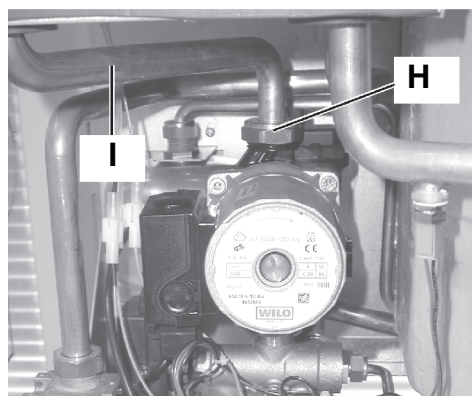

fig. 4
- 6) Svitare il raccordo **H** completamente (fig.4), ruotare il tubo **I** verso destra e tirarlo verso il basso per sfilarlo dallo scambiatore primario.